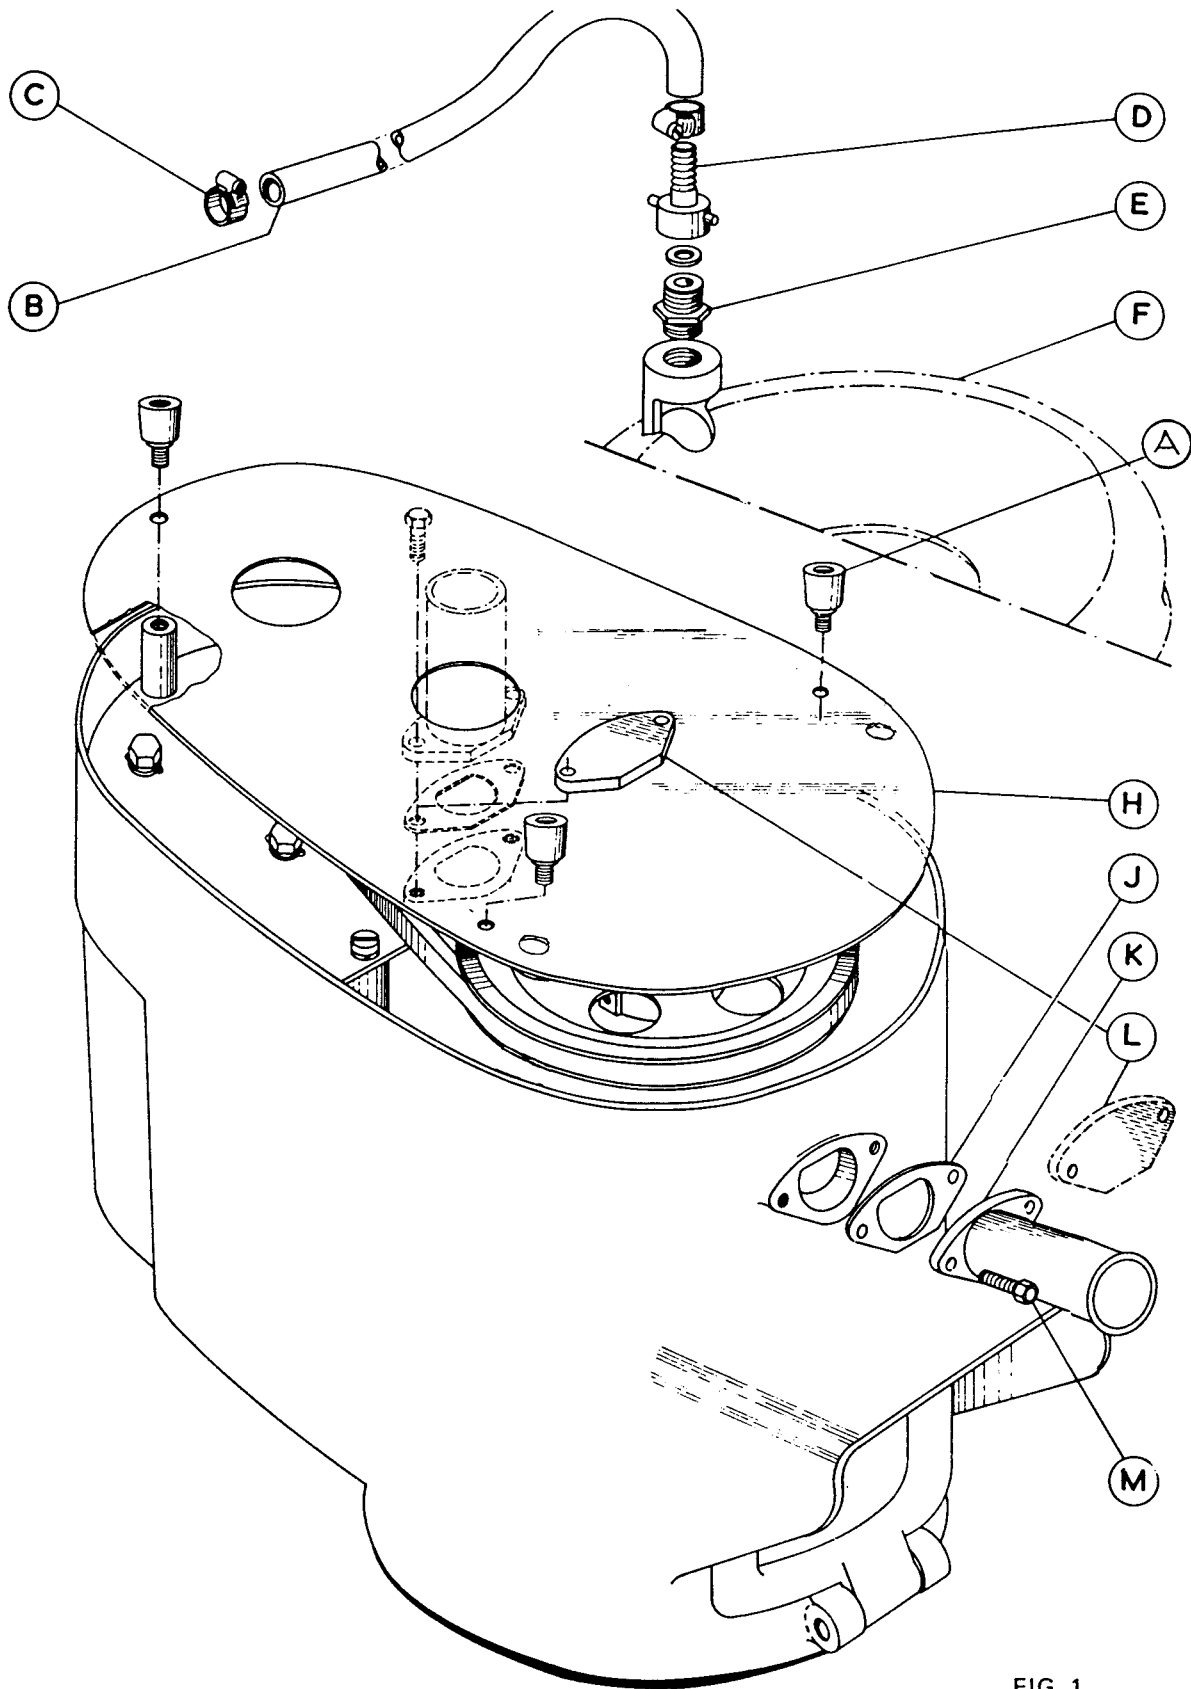

FIG. 1.
2. Entfernen Sie den Deckel des Trichters (F Fig 1), indem Sie ihn im Uhrzeigersinn drehen und anheben.
6. Stellen Sie die Maschine auf den Kopf: Lösen Sie die drei Schrauben der Verpackung und entfernen Sie den Rahmen. Bitte sammeln Sie das Verpackungsmaterial ein und heben Sie die Maschine von der Palette (H Fig 1). Bitte beachten Sie, daß keine losen Teile im Schätraum verbleiben.
8. Nehmen Sie das angeflanschte Ablaufrohr (K Fig 1) und die Dichtung (J Fig 1) und verbinden Sie es durch Schrauben (M Fig 1) mit dem Gegenstück (L Fig 1).
9. Die Maschine kann (A) freistehend, (B) auf einem Gestell ohne Rollen oder (C) auf einem Gestell mit Rollen montiert werden. Bitte belassen Sie die Maschine im Falle (A) oder (B) auf der Palette (H Fig 1), um die FüÙe (A Fig 1) besser einschrauben zu können. Fetten Sie das Gewinde vorher ein, damit der Service in Schadensfall die FüÙe leichter lösen kann. Stellen Sie die Maschine aufrecht auf den Arbeitstisch oder das Gestell. Im Falle (C) bringen Sie bitte die Führungsstücke (G Fig 1) über die Stützen der FüÙe bevor Sie sie in die Maschine schrauben. Drehen Sie die Maschine um und stellen Sie sie auf das Gestell.
14. Setzen Sie die Fittings (B, C, D & E Fig 1) auf dem Trichterdeckel zusammen und verbinden Sie sie mit der Wasserleitung.